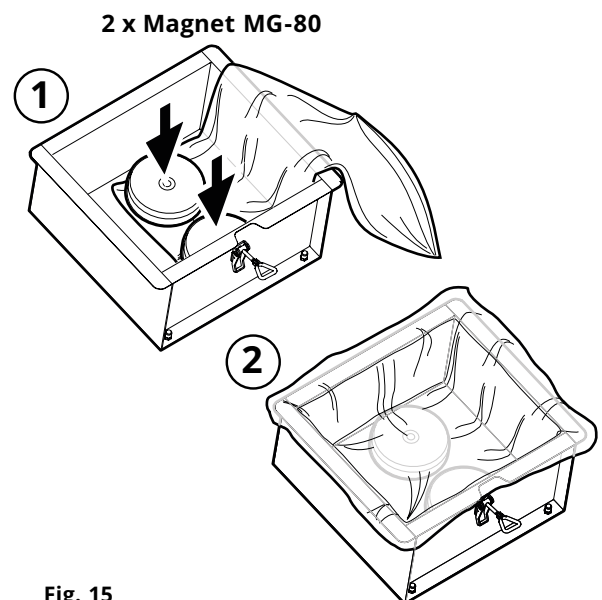

Fig. 15
6. Remplacez un nouveau sac à poussières CFE PSW3 en position correcte dans le récepteur (**Fig. 15**).